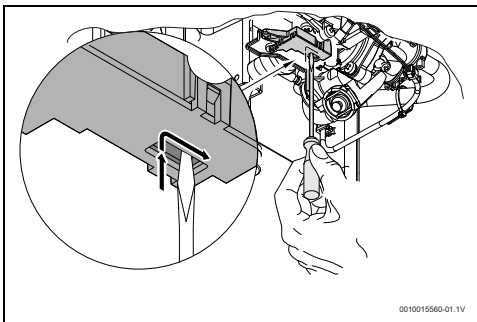

Fig. 30 Reset del microinterruttore
- Posizionare il microinterruttore secondo la fig. 30.